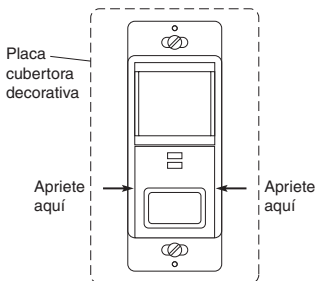

Figura 3 - Cómo quitar la tapa del panel de control
2. Apriete la tapa del panel de control en los puntos indicados en la Figura 3. Hale para retirar la tapa.